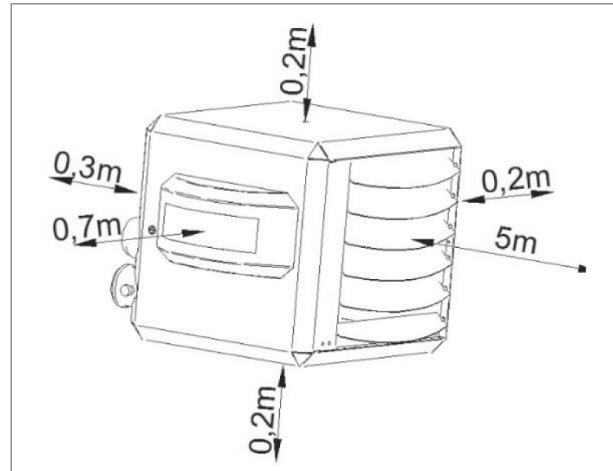

Abbildung 2 - Einzuhaltende Mindestfreiräume rund um den Luftheritzer
- Sorgen Sie für ausreichend Abstand zwischen dem Luftheritzer und etwaigen Hindernissen. Der Abstand dient der Sicherheit und einem ausreichenden Zugang für Service- und Wartungsarbeiten (Abbildung 2).